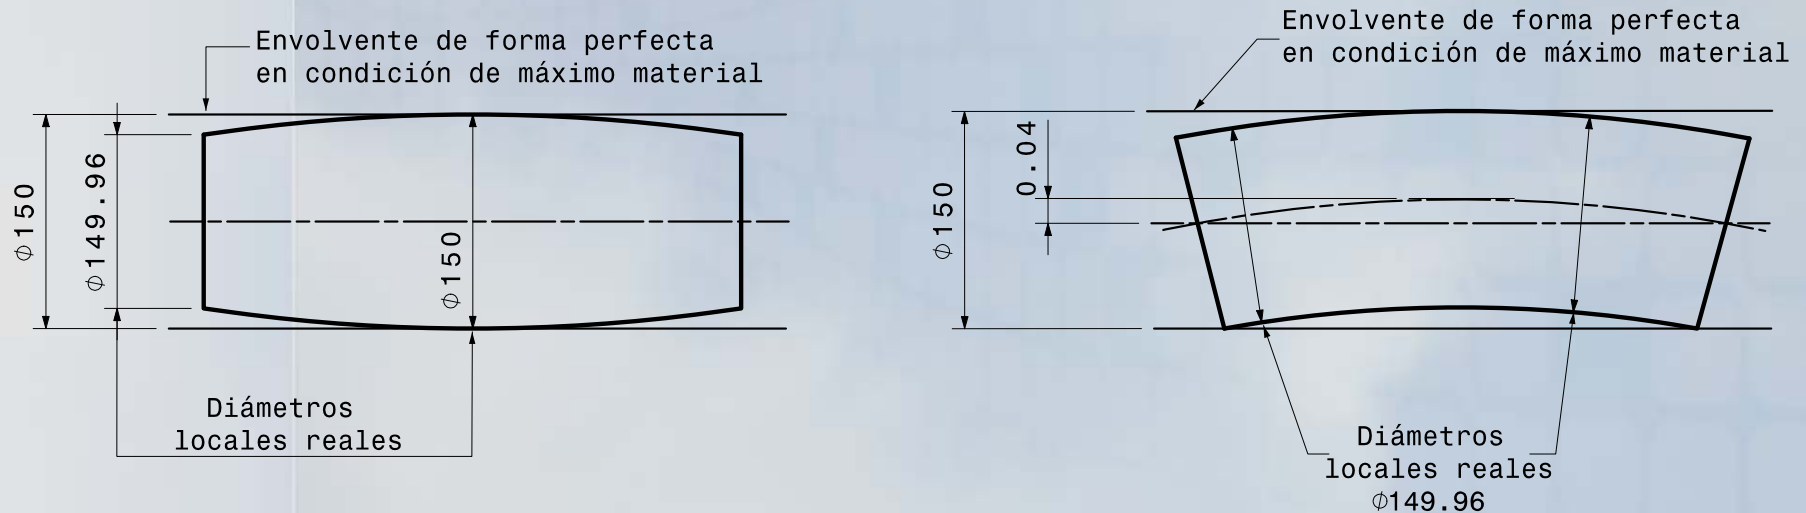

Figura 4.7 Contorno de envolvente cilíndrica.
2. El árbol entero debe permanecer dentro del contorno de la envolvente cilíndrica de forma perfecta y de  $\varnothing 150$  (Figura 4.7).